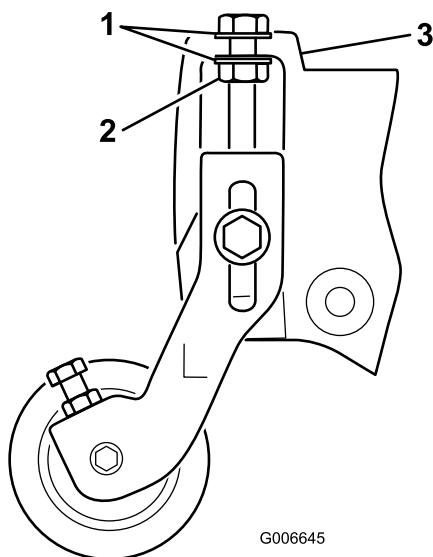

Figura 7
Nota: Le rondelle sui bulloni di regolazione dell'altezza di taglio devono essere posizionate su ogni lato della flangia sulla piastra laterale (Figura 7).
13. Serrate il dado sul bullone di regolazione dell'altezza di taglio in modo che le rondelle siano a contatto con la flangia della piastra laterale, quindi allentate il dado di 1/2 giro (Figura 7).